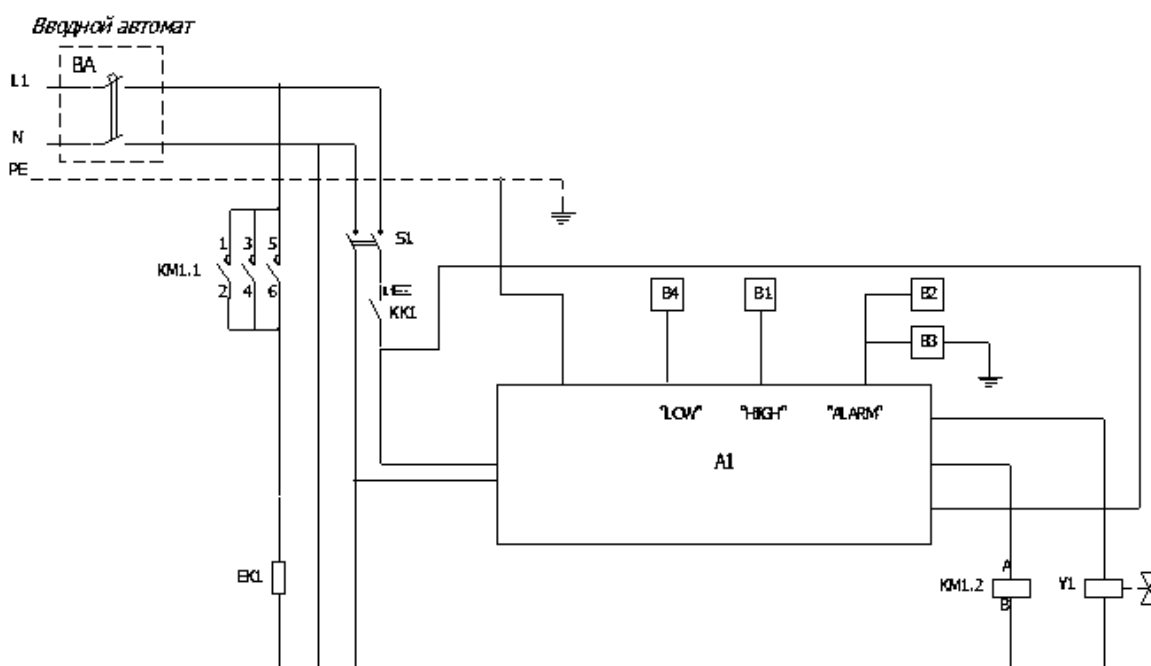

Рисунок 3. Схема электрическая принципиальная аквадистиллятора Liston A 1104.
4.2.2.1. Подключение аквадистиллятора к сети производится с помощью вводного автоматического выключателя ВА (Рисунок 3 , Рисунок 4), устанавливаемого потребителем и предназначенного для защиты от перегрузок и коротких замыканий электрических цепей напряжением до 500В переменного тока, оперативных включений и отключений указанных цепей и выбирается из расчета установки по току срабатывания $10I_n$ (где I_n -номинальный ток).